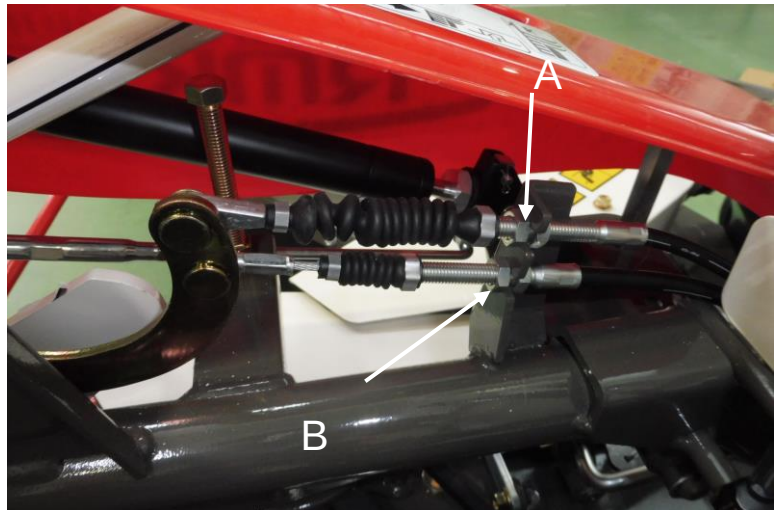

Figure 28
Remplacez les lames lorsqu'elles sont usées a plus de 80% comme montré Figure 28.
- Si la courroie a tendance à patiner, tendez le câble avec le tendeur (Figure 28, repère B) jusqu'à ce que les spires du ressort soient décollées.